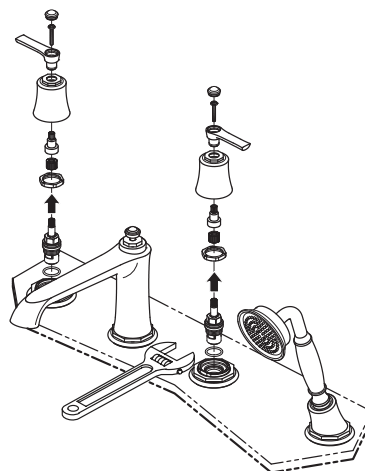

Fig. 8.2
- Nettoyer le joint torique de la cartouche ou changer la cartouche si elle est endommagée (fig. 8.2).
- *Clean the cartridge o-ring or replace the cartridge if damaged (fig. 8.2).*